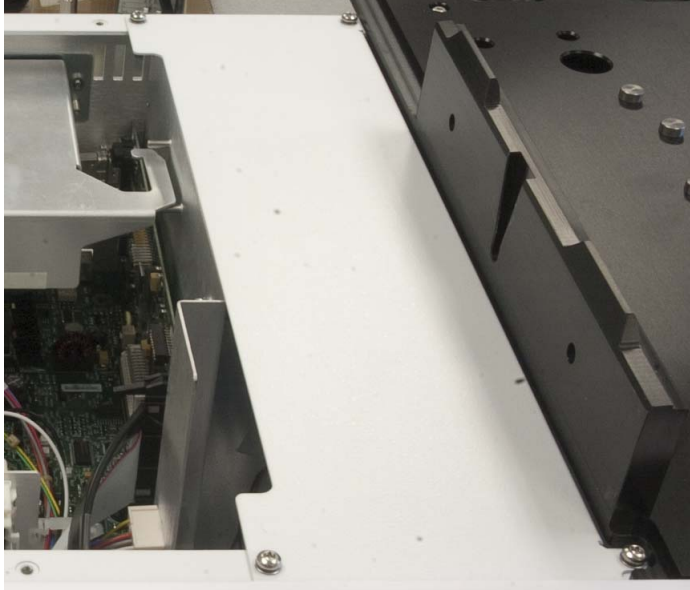

Figure 28 Retrait du capot supérieur droit du châssis
- 5 Retirez les quatre vis Torx T-20 utilisées pour fixer le capot supérieur droit au châssis, puis retirez le capot (Figure 28).